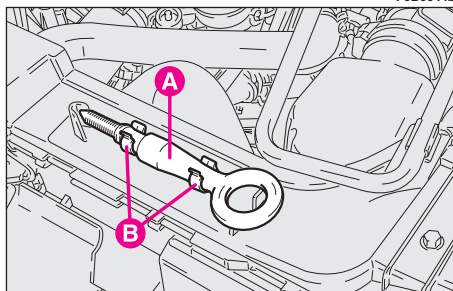

fig. 42
- prélever l'anneau pour l'ancrage **A**-**fig. 42** en le dégagant des dispositifs de retenue correspondants **B**;